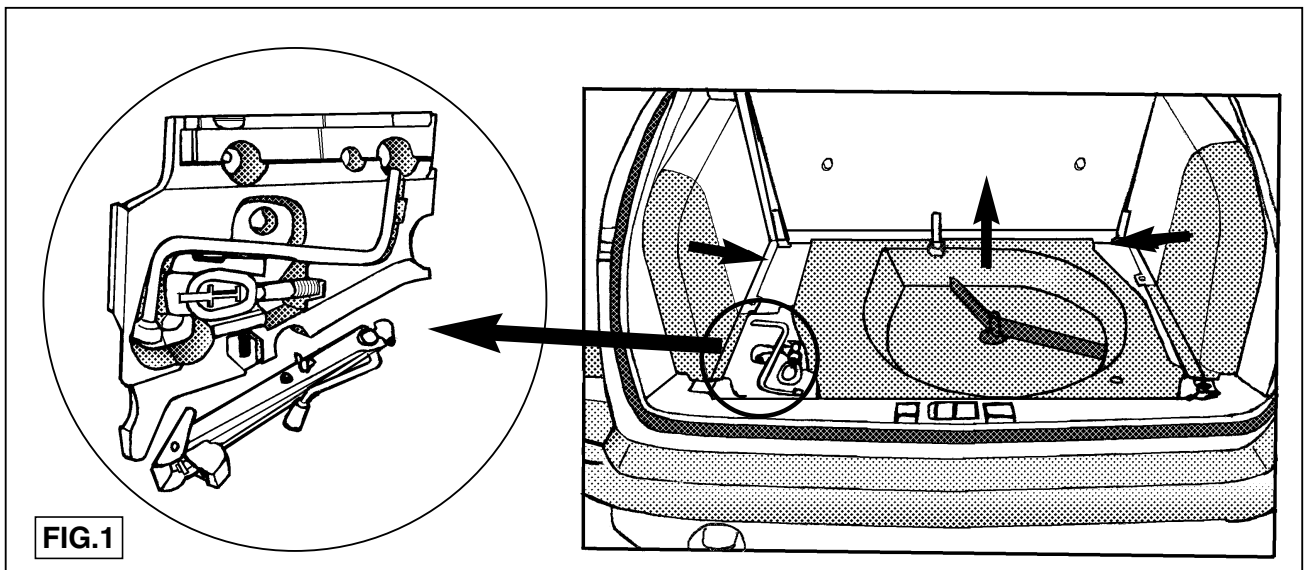

FIG.1
1. Déposer du coffre les pièces indiquées sur la fig.1. Démonter le pare-chocs. Les boulons de fixation situés à gauche dans le coffre sont indiqués sur la fig.2. La situation de droite est symétrique à celle de gauche. Démontez les amortisseurs du pare-chocs conformément à la fig.3. Les amortisseurs ne seront pas remis en place. Déposer le cadre en métal léger, la cale en polystyrène et, s'il est présent, le bouclier thermique du pare-chocs, conformément à la fig.4. Le long des pointillés préperforés (fig. 5), scier la partie du milieu du châssis en métal léger.
1. Ta bort de i fig. 1 markerade delarna ur bagageutrymmet. Demontera stötfångaren. Stötfångarens fästskruvar "till vänster i bagageutrymmet" anges i fig. 2. Situationen till höger är spegelvänd. Demontera stötdämparna ur stötfångaren enligt fig. 3. Dessa sätts inte tillbaka. Ta bort ramen av lättmetall, påfyllningsdelen av polystyren och, om monterad, värmeskölden ur stötfångaren enligt fig. 4. Såga ut mittdelen ur lättmetallramen längs den förstansade streckade linjen (fig.5).
3. Placera dragkroken i ramen av lättmetall "enligt fig. 8" och sätt fast den på stötdämparnas fästpunkter med det originella monteringsmaterialet. Placera det hela i stötfångaren och sätt tillbaka, om monterad, värmeskölden. Placera kulstången inklusive kontakthållare och fäst den med två skruvar M12x75/31.2 inklusive planbrickor och självlåsande muttrar. Momentdrag kulans fästskruvar enligt tabellen. Placera stötfångaren inklusive dragkroken och montera den med sex självlåsande muttrar M10 inklusive planbrickor på punkterna B. Se fig. 10. Momentdrag samtliga skruvar och muttrar enligt tabellen och sätt tillbaka de i fig. 1
1. Fjern de i fig. 1 anviste dele fra bagagerummet. Demonter kofangeren. Kofangerboltene "til venstre" i bagagerummet er angivet i fig. 2. Den højre side er identisk med den venstre. Demonter ifølge fig. 3 kofangerrens støddæmpere. Støddæmperne anvendes ikke længere. Fjern kofangerens letmetallrammen, udflydningsrør og (hvis det er relevant) varmeskjoldet ifølge fig. 4. Sav midterdelen ud af letmetallrammen ved at save langs med den forperforede linje.
- Retirar del maletero las partes indicadas en la fig. 1. Desmontar el parachoques. Los tornillos de fijación del parachoques "a la izquierda en el maletero" se indican en la fig. 2. La situación a la derecha es su inversa. Desmontar de acuerdo con la fig. 3 los amortiguadores del parachoques. Los amortiguadores no se vuelven a poner. Retirar del parachoques el armazón metal ligero, el espaciador de poliestireno y, si presente, el escudo térmico de acuerdo con la fig. 4. Serrar por la línea de puntos preperforada (fig. 5), la parte central del armazón de metal ligero.
dos tornillos M12x75/31.2 inclusive arandelas planas y tuercas de seguridad. Apretar los tornillos de fijación de la bola de acuerdo con la tabla. Colocar el parachoques inclusive el gancho de remolque y fijarlo "de acuerdo con la fig. 2" a la altura de los puntos B por medio de seis tuercas de seguridad M10 inclusive arandelas planas. Apretar todos los tornillos y tuercas de acuerdo con la tabla y volver a poner las partes indicadas en la fig. 1.